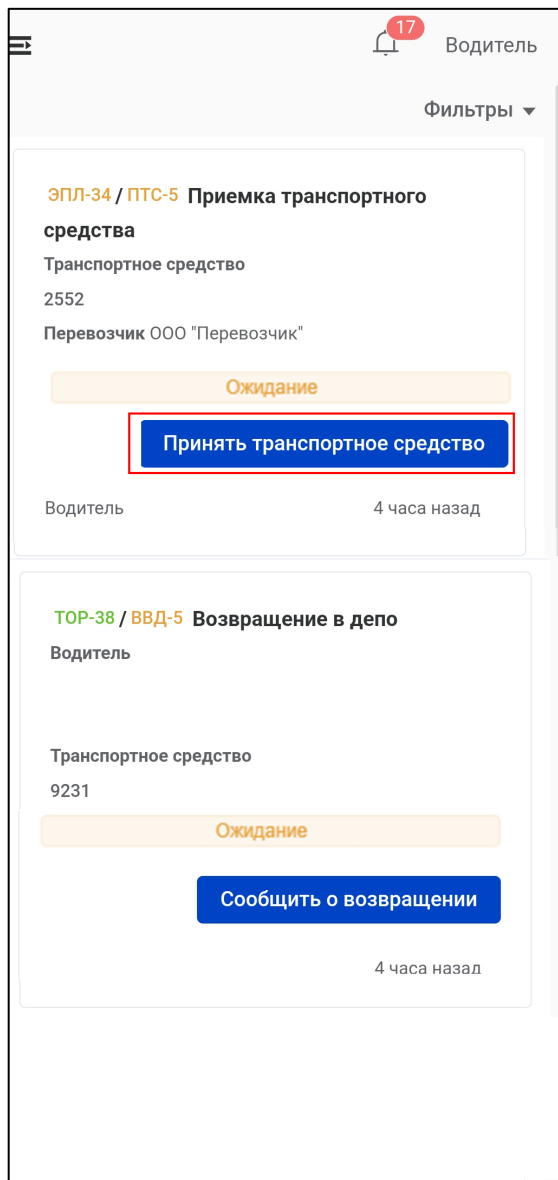

Рисунок 25 – Кнопка «Принять транспортное средство» в списке задач
2) В списке задач выбрать найденную задачу и нажать для нее кнопку «Принять транспортное средство» (Рисунок 25). Также можно нажать кнопку «Принять транспортное средство» в интерфейсе открытой задачи (Рисунок 26).